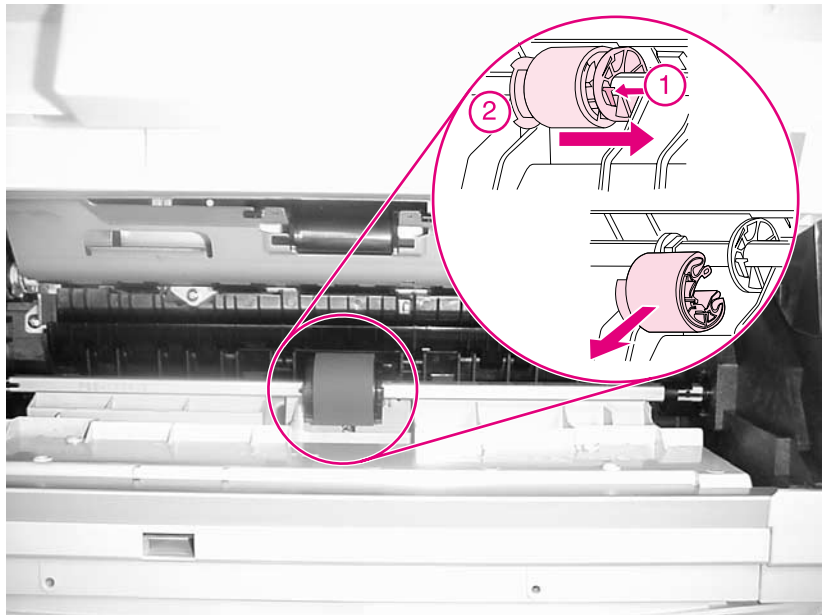

Figura 6
- 2 Levante las pestañas de cierre (Figura 6, elemento 1) de la derecha de la leva del rodillo y deslícelas hacia la derecha.
- a. Oriente el rodillo para que el pasador (Figura 6, elemento 2) se sitúe a la izquierda.